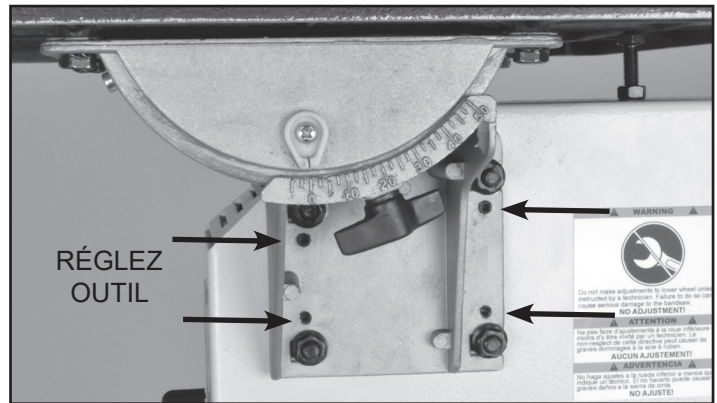

FIGURE 14
1. Sur le support (#115) du tourillon inférieur, desserrer *légèrement* les quatre écrous à tête hexagonale et à bride (#116) dont les boulons (#112) retiennent en place le support du châssis de la scie à ruban. FIG. 14.
3. À l'aide de la clé hexagonale de 2,5 mm, tourner les vis à tête hexagonale pour le micro-ajustement (# 116) du tourillon arrière pour ajuster la position de la table. FIG. 14. Ajustez les micro-vis par paires, les deux du dessus ou les deux du bas pour ajuster l'angle de la table par rapport à la lame.